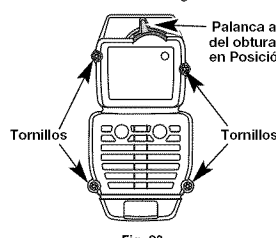

Fig. 20
2. Saque los cuatro (4) tornillos que sostienen la cubierta del silenciador / filtro de aire (Fig. 20). Use un destornillador de broca Torx N° T20.
2. Inserte los cuatro (4) tornillos en los orificios de la cubierta del silenciador / filtro de aire (Fig. 20) y ajústelos. No los ajuste demasiado.